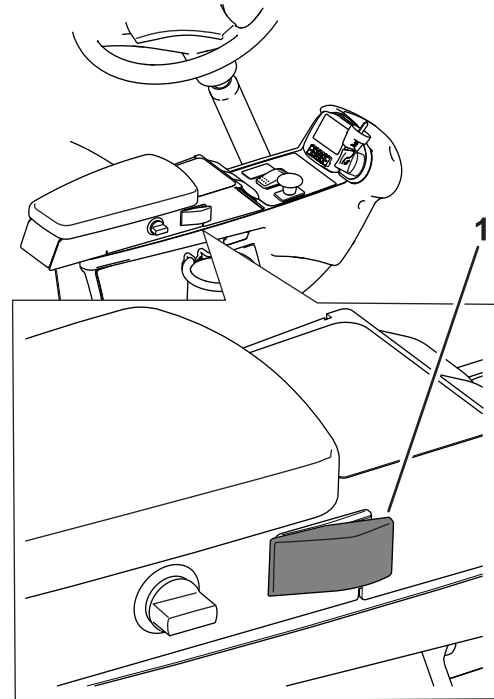
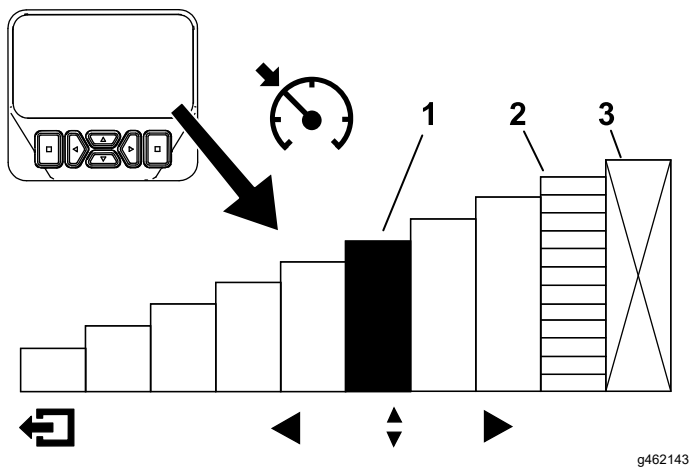

Bild 33
Bild 34
Nachdem der Tempomatschalter aktiviert und die Geschwindigkeit eingestellt wurde (Bild 33), verwenden Sie das InfoCenter, um die Geschwindigkeitseinstellung des Tempomaten anzupassen (Bild 6 und Bild 34).
1. Aktivieren Sie den Schalter des Tempomats in der Konsole (Bild 33).
2. Verwenden Sie das InfoCenter Display, um die Geschwindigkeitseinstellung des Tempomats anzupassen (Bild 34).